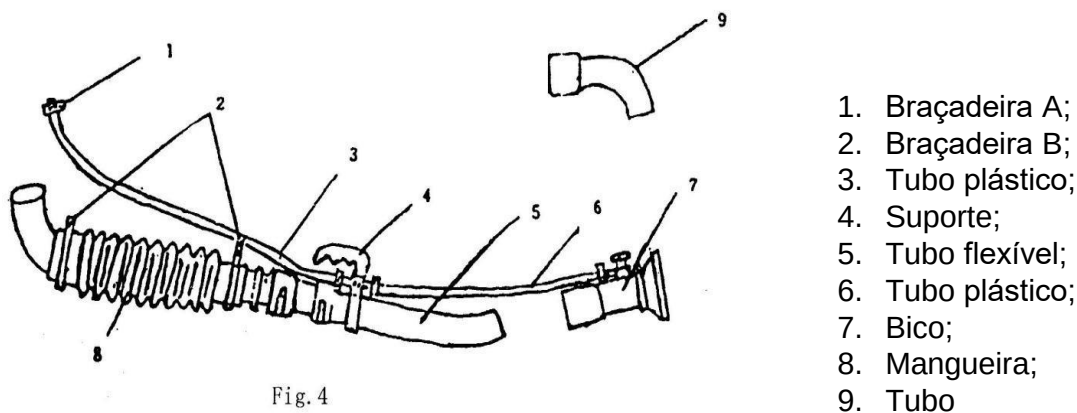

Fig. 4
1. Arruela de vedação 2. Conector 3. Tampa de pressão 4. Conecte o tubo de pulverização ao dispositivo como mostrado na fig. 4.